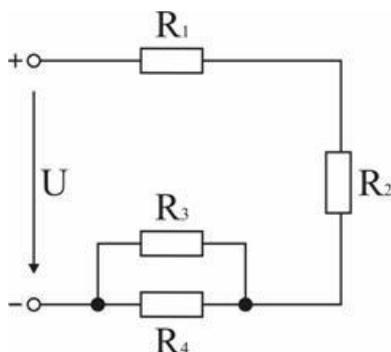

Рис.5.3
**Задача 6.** Мощности, расходуемые в сопротивлениях схемы (рис. 5.3):  $P_1 = 15 \text{ Вт}$ ,  $P_2 = 20 \text{ Вт}$ ,  $P_3 = 10,8 \text{ Вт}$ ,  $P_4 = 7,2 \text{ Вт}$ . Определить напряжения на